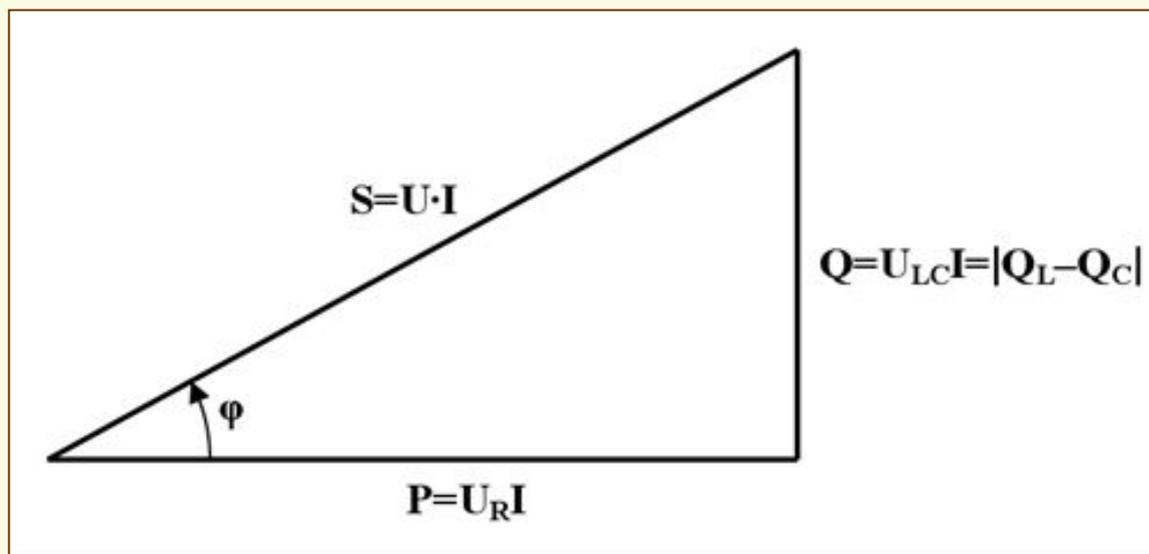

Рис. 4. Треугольник мощностей для цепи с R,L,C-элементами
**Реактивная мощность**  $Q$  обусловлена наличием в цепи индуктивности и (или) емкости и из треугольника мощностей (см. рис. 4) рассчитывается по формуле :  $Q = S \sin \phi = UI \sin \phi$ .